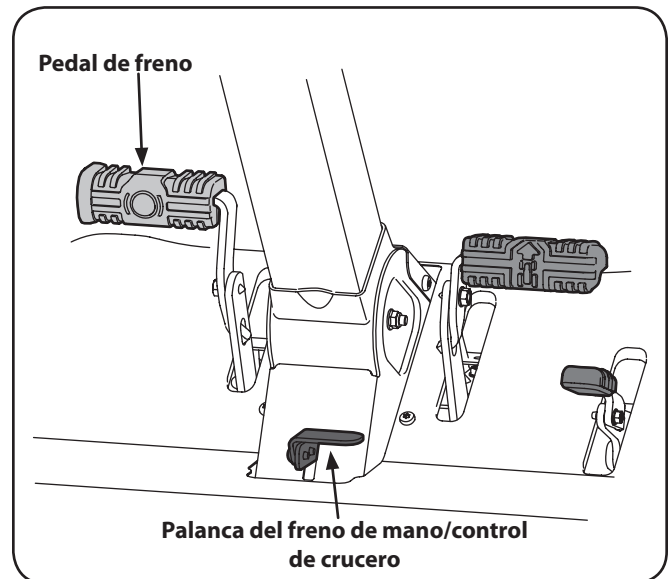

Figura 12
2. Ponga el freno de mano oprimiendo hacia adelante el pedal de freno (○), luego oprima la palanca de control de crucero/freno de mano y posteriormente suelte el pedal del freno (○). Consulte la Figura 12.
3. Verifique que el interruptor de la PTO se encuentre en posición desactivada (abajo). Consulte la Figura 12.